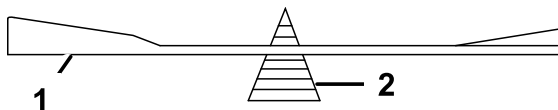

Figura 66
2. Controllate l'equilibrio della lama posizionandola su un bilanciatore (Figura 66).